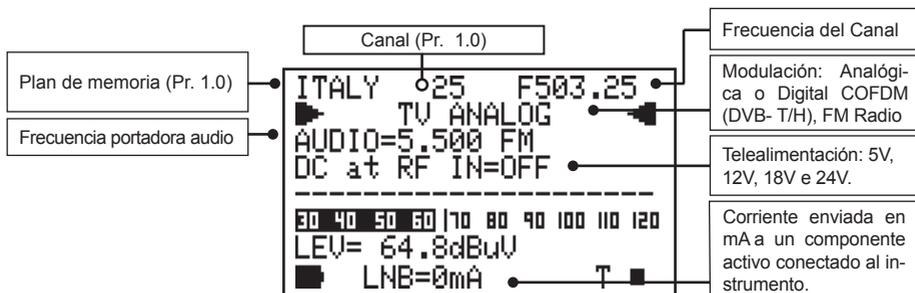

Fig. 4.1 Primer nivel de medida relativo a la señal analógica.
- 6) En cualquier modo de funcionamiento que estemos pulsando brevemente el botón de encendido [20] se vuelve al primer nivel de medida mostrado en fig. 4.1.